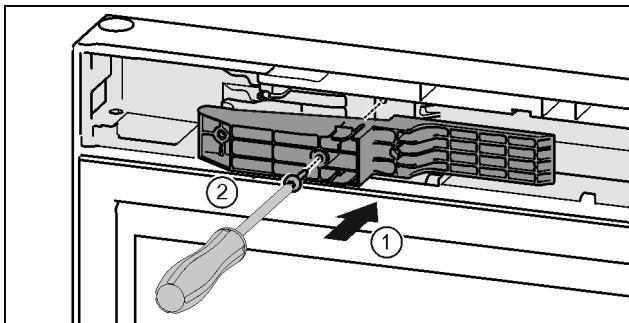

Fig. 47\*
- Adapterstück auf der Griffseite in die Aussparung einsetzen.\* Fig. 47(1)
- Schrauben mit Schraubendreher T15 festschrauben.\* Fig. 47(2)